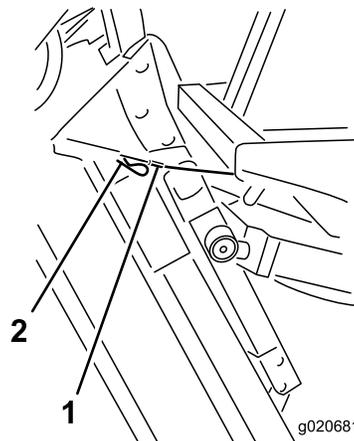

Figura 75
6. Mantenendo l'apparato di taglio verticale, fate passare l'estremità del cavo sopra il perno del braccio di sollevamento dell'apparato, e fissate il cavo con la coppiglia (Figura 75).